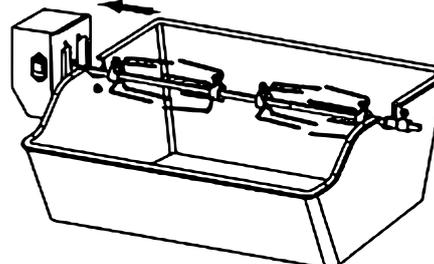

Abbildung 4: Montage abgeschlossen.
4. Der Zusammenbau ist fertig (**Abb. 4**).